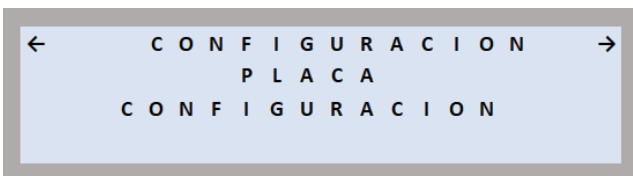

Figura 65
- Una vez listo, pulse  para aceptar los parámetros y volver a la pantalla de Configuración de la placa de características (véase Figura 65).